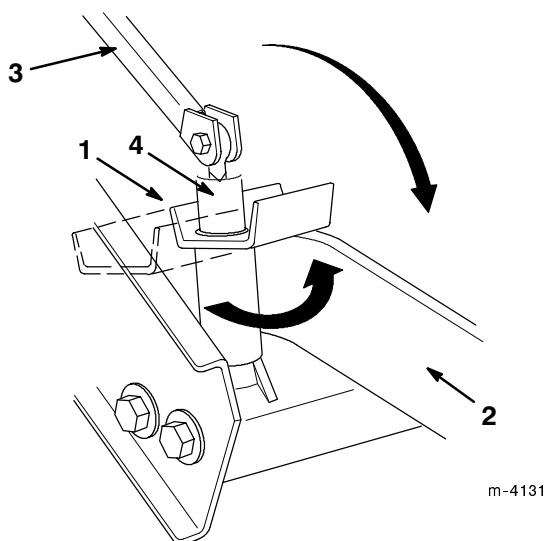

Figure 9
10. Rabattre les presses sur les bras de chargeur, et abaisser les leviers de presse vers l'arrière pour les fixer (Fig. 9).